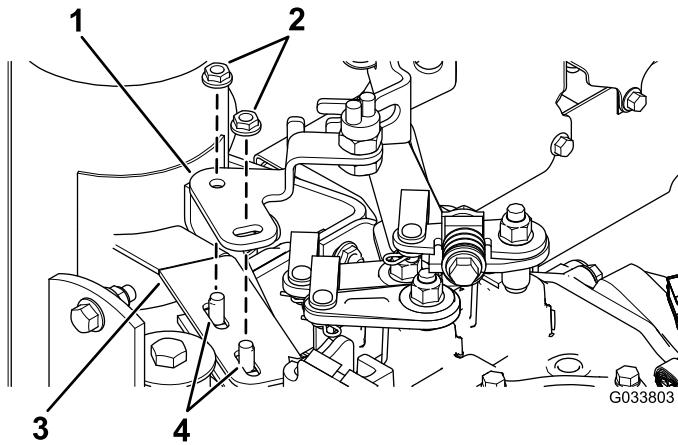

Figura 4
3. Montate la staffa dell'interruttore a sfera sul telaio della marmitta con 2 bulloni a testa tonda (5/16 x 1 poll.) e 2 dadi di bloccaggio (5/16 poll.) come illustrato nella Figura 4.